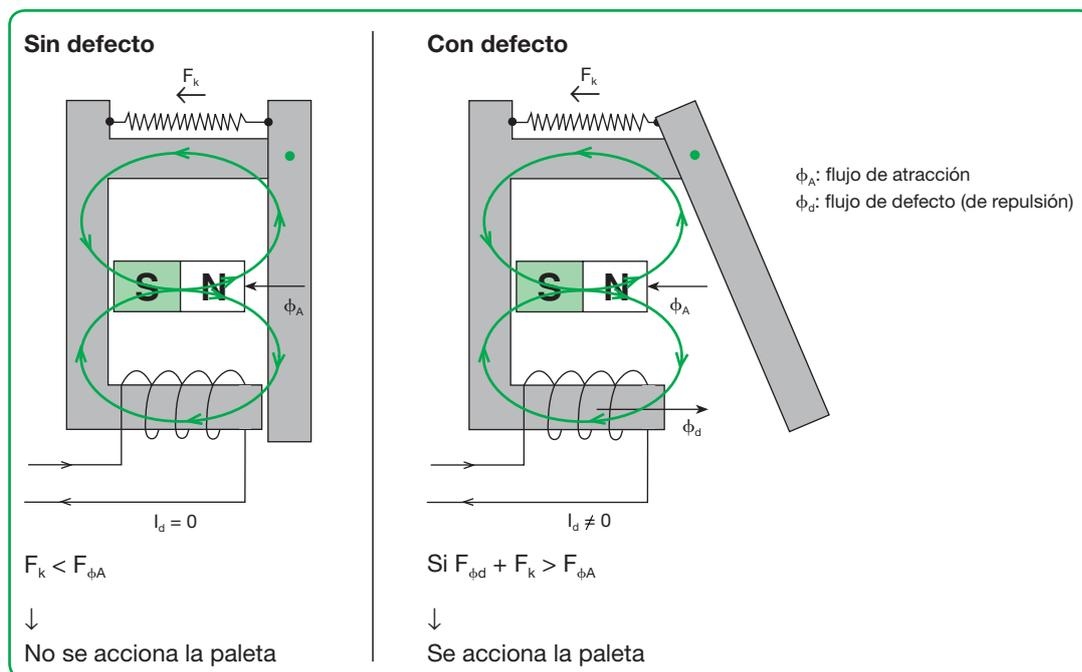

Fig. 3.23. Funcionamiento del relé de disparo.
En la gama **Superinmunizada**, gracias al **circuito de verificación y disparo**, sólo llegará señal al relé en el caso de que la totalidad de filtros descritos antes “autoricen” el disparo, y haya que realizar el disparo del diferencial. Si la energía de la corriente a la salida de todos los circuitos anteriores es demasiado reducida, el circuito de verificación y disparo no dará la señal de apertura al relé. Este circuito efectúa la gestión final del disparo. La intensidad de salida del circuito de verificación y disparo llega al arrollamiento **del relé de disparo**, ver **fig. 3.23** en página anterior, originando una intensidad de campo magnético (H), el cual a su vez, en función de la permeabilidad magnética del material que constituye el núcleo férreo del relé de disparo ( $\mu$ ), provoca una inducción del campo magnético (B). Esta inducción, en función de la sección del relé de disparo, se convierte en un flujo magnético ( $\phi$ ) en el interior del núcleo ferromagnético, que creará una fuerza magnetomotriz  $F_{\phi_d}$  que puede ser suficiente para vencer la fuerza de atracción magnética  $F_{\phi_A}$  ejercida sobre la paleta por un imán permanente (que tiende a atraer la paleta, es decir, a mantener cerrado el diferencial), originando finalmente la separación de la paleta que se verá ayudada por la fuerza de un muelle  $F_k$  que permite acelerar su rotación.